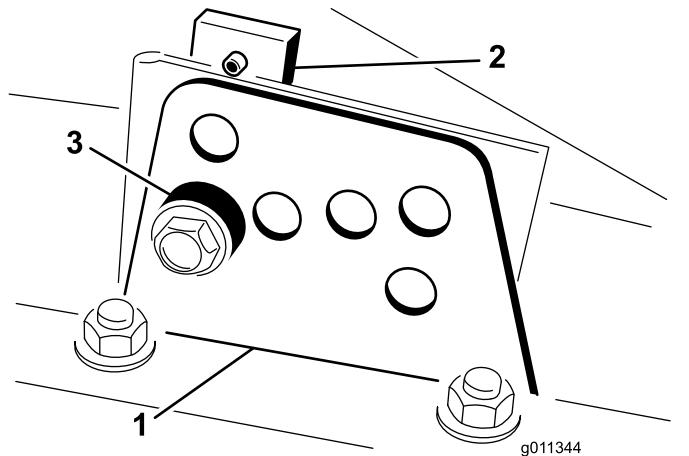

Figure 21
2. Desserrez le boulon qui fixe le support de hauteur de coupe à la plaque de hauteur de coupe (à l'avant et de chaque côté), comme montré à la Figure 21.
- Tout en supportant la chambre, déposez l'entretoise (Figure 21).